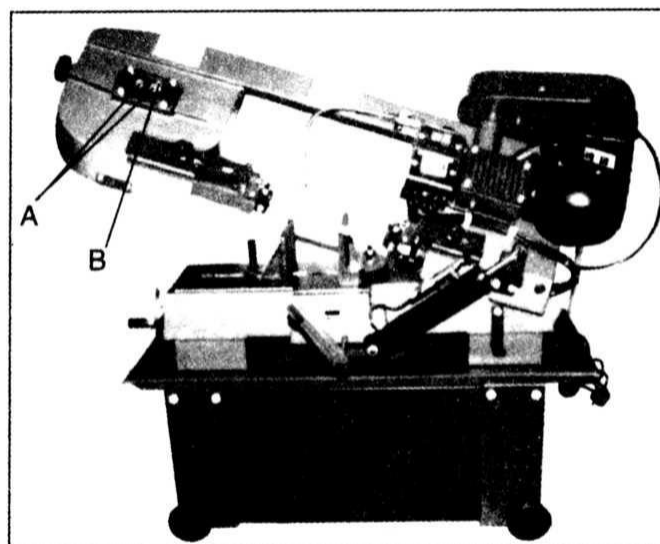

рис. 13
5. Ослабьте болты (А, рис. 13).